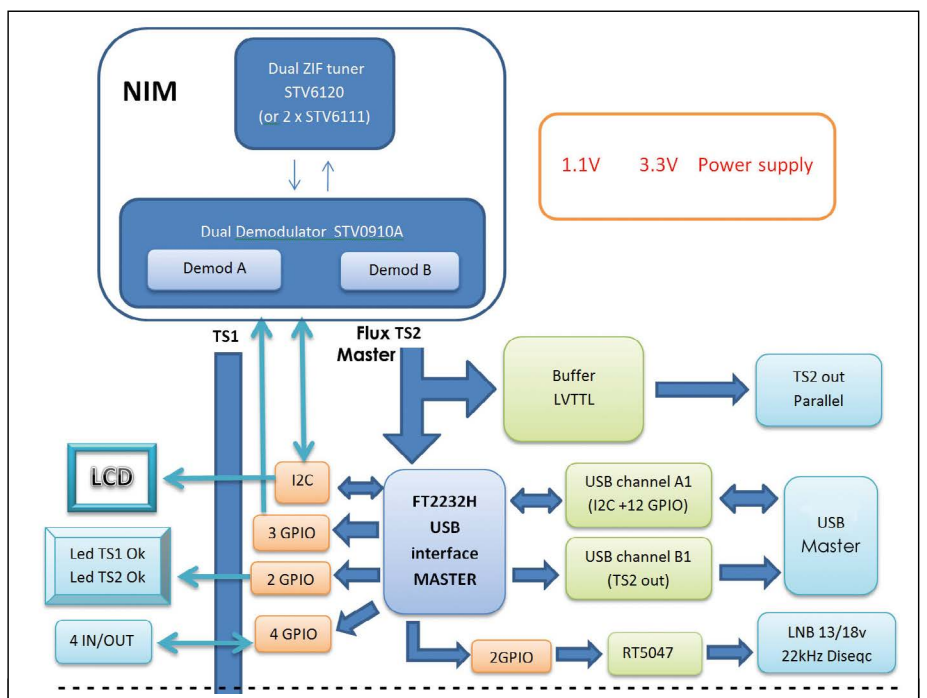

Figure 5 : utilisation de la partie Master du MiniTounerPro
***Partie Master Voir Figure 5**